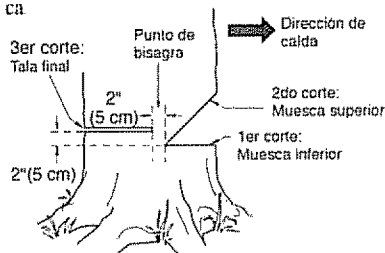

Figura 14 - Tala de un árbol
La preparación correcta de una muesca determinará la dirección en que caerá el árbol. Corte la muesca del lado del árbol correspondiente a la dirección en la cual desea que éste caiga (vea la Figura 14). Siga las instrucciones a continuación para cortar la muesca.
- 1 Haga el corte inferior de la muesca tan cerca del suelo como sea posible. Sujete la sierra de modo que la barra de guía se encuentre en posición horizontal. Corte a través del tronco del árbol hasta atravesar 1/3 de su diámetro (vea la Figura 14). **Nota:** Haga siempre este corte inferior horizontal en primer lugar. Si lo hace en segundo lugar, el árbol puede presionar la cadena o la barra de guía.
Por ejemplo: Si el corte inferior tiene una profundidad de 20 cm, comience el corte superior 20 cm por encima de aquél. Corte en dirección hacia abajo y a un ángulo de 45°. El corte superior de la muesca debe llegar y unirse al punto final del corte inferior (vea la Figura 14)
- Haga el corte de tala final 5 cm por encima del corte inferior de la muesca y sobre el lado opuesto del árbol (vea la Figura 14). Mantenga el corte de tala final paralelo al corte inferior de la muesca
ADVERTENCIA: No atraviese el árbol completamente. Deje alrededor de cinco centímetros de diámetro sin cortar, directamente detrás de la muesca (vea la Figura 14). Esta porción sin cortar funciona a manera de bisagra. La bisagra ayuda a evitar que el árbol se tuerza y caiga en la dirección equivocada.